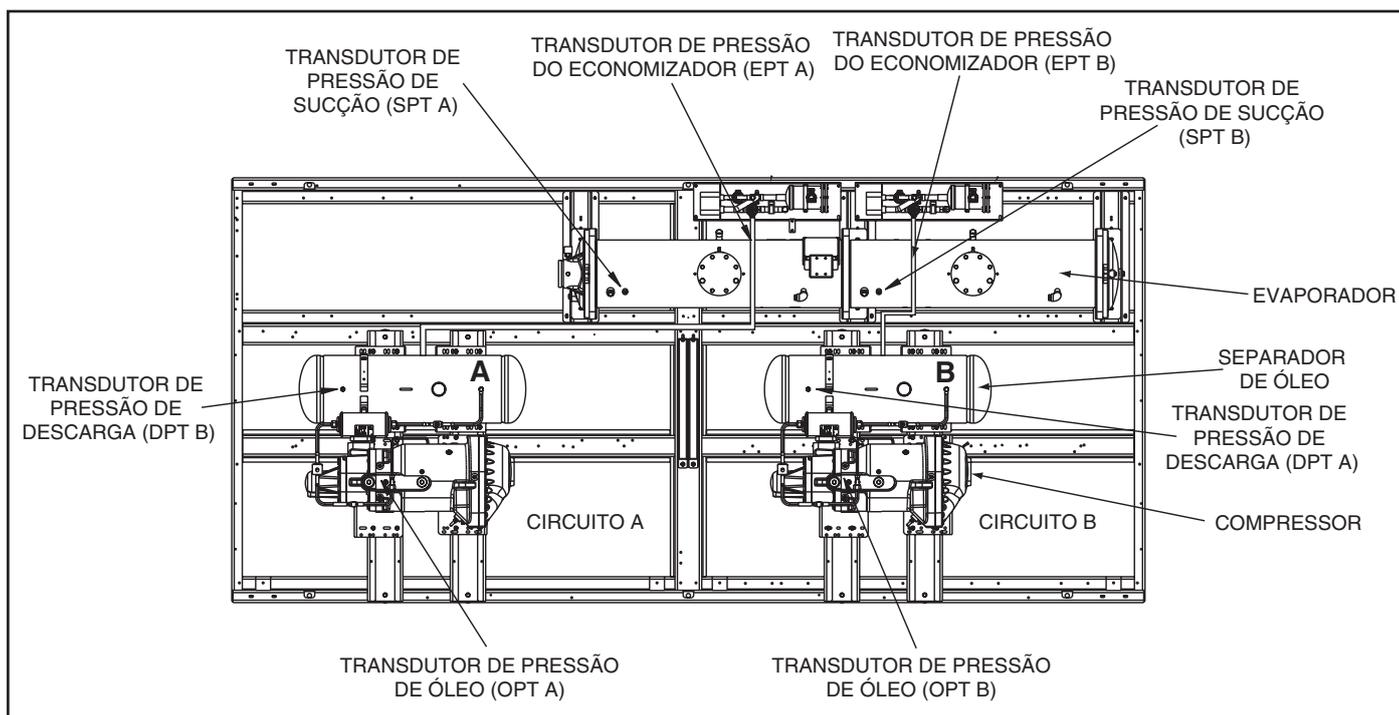

Figura 30 - Localizações dos transdutores
**Tipo de Pressão Alta:** Transdutor de pressão de descarga (DPT), Transdutor de pressão do óleo (OPT). Veja a Figura 30 para conhecer o local dos transdutores.